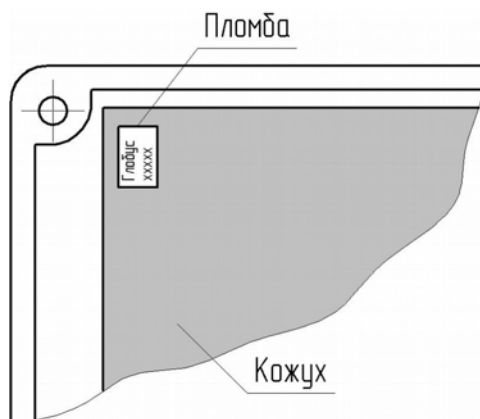

Рисунок 2 — Место установки пломбы на кожухе, закрывающем плату электронного блока расходомера
1.6.11 Электронная плата ВР-100 (внутри блока) опломбирована номерной пломбой самоклеящейся, типа ПС (см. рисунок 2).